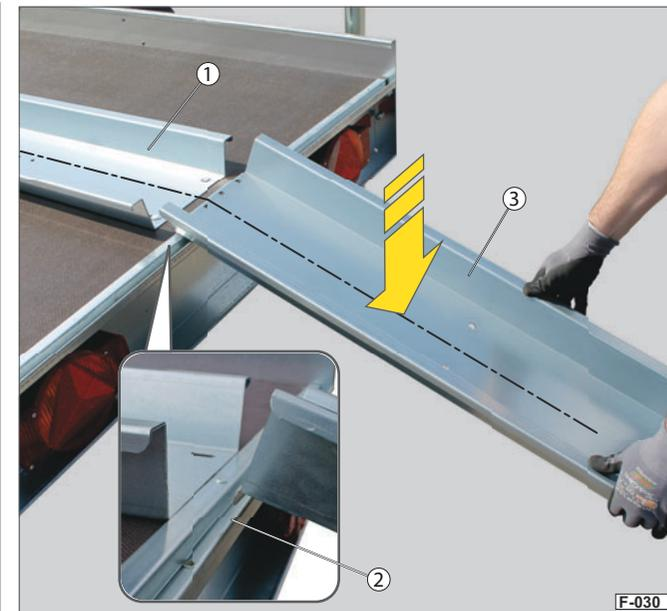

Abb. 21 Auffahrschiene positionieren
- ▶ Drehen Sie die Auffahrschiene (Abb. 21/3) um, sodass die Abkantung nach vorne zeigen.
- ▶ Positionieren Sie die Auffahrschiene in einer Linie zu der Standschiene (Abb. 21/1).